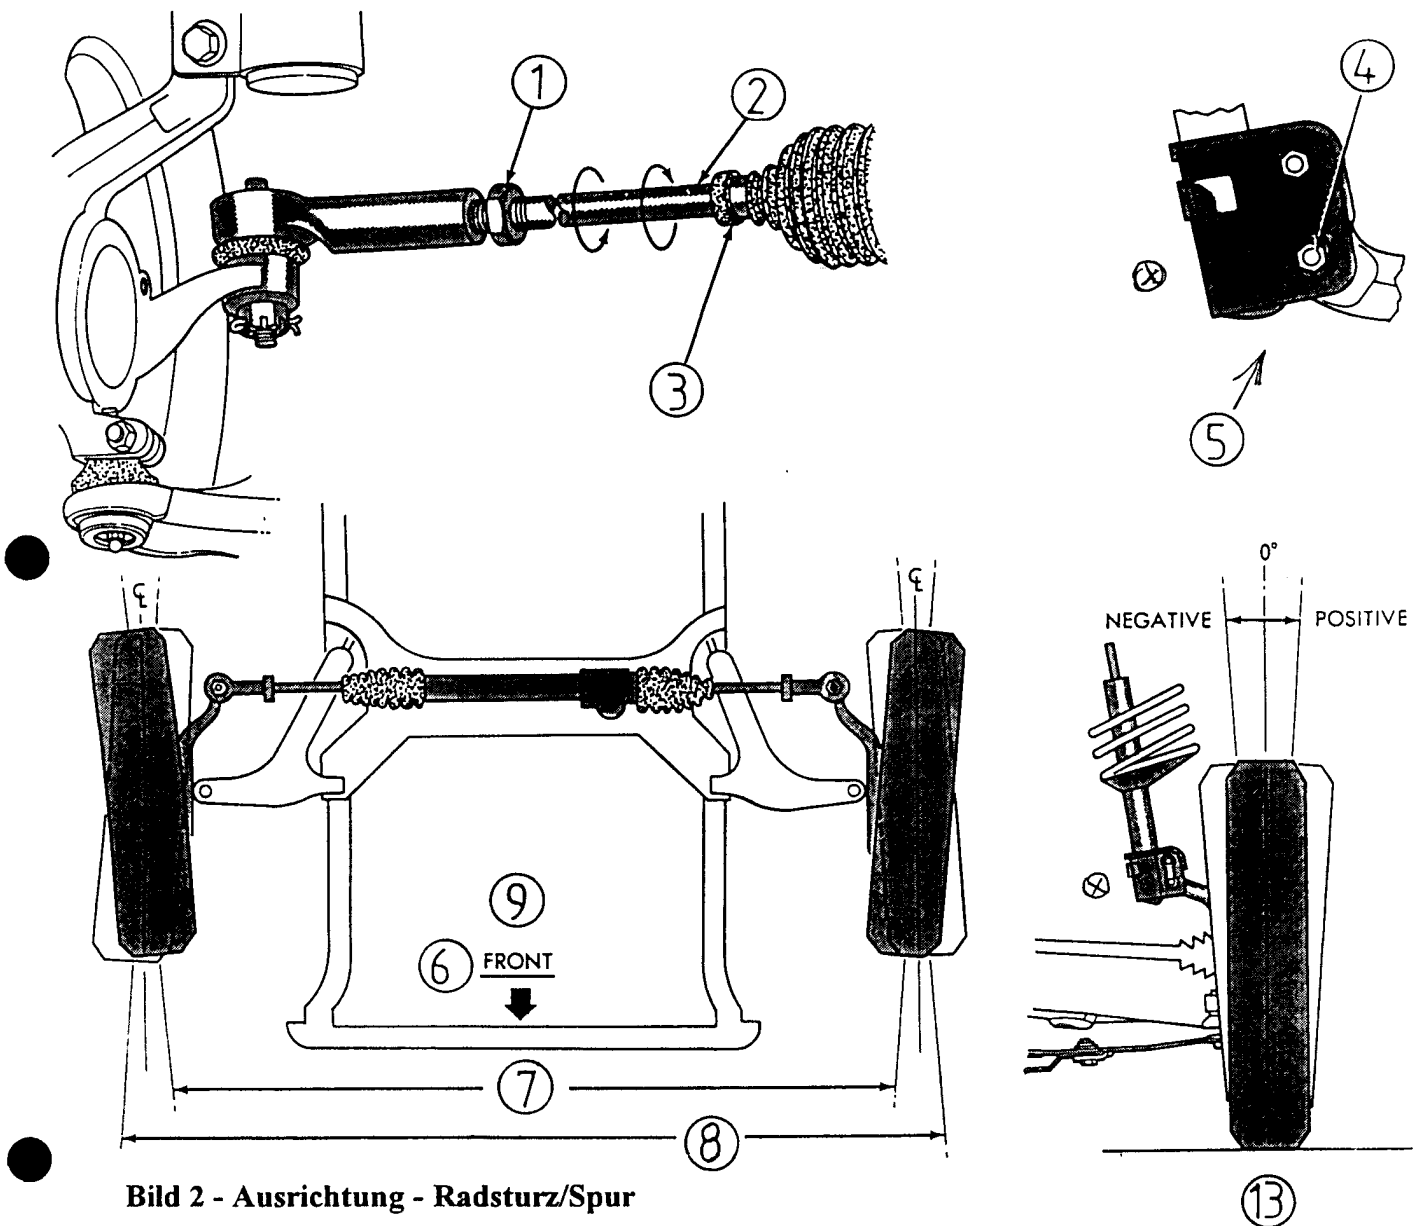

Bild 2 - Ausrichtung - Radsturz/Spur
- (2) Lösen Sie die Mutternschraube, während das Fahrzeug mit angezogenen Bremsen auf dem Boden ist (Bild 2). **Die Nabe und die Antriebswelle sind durch den Achsschenkel (Lager) kerbverzahnt und werden durch die Nabemutter gehalten.**
- (3) Heben Sie das Fahrzeug, siehe "Empfehlungen zum Heben" in Gruppe 0.
- (4) Entfernen Sie Nabemutter, Beilegscheibe und Rad- und Reifen-Baugruppe.